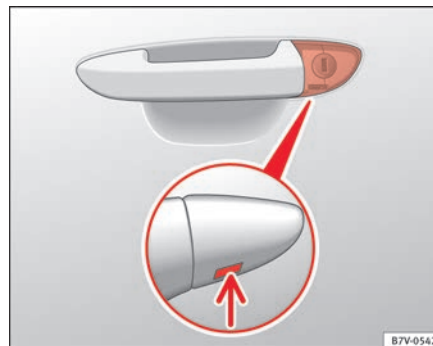

Fig. 188 Manípulo da porta do condutor: Canhão da fechadura oculto.
- Introduzir o palhete na abertura da tampa do manípulo da porta do condutor desde baixo ⇒ Fig. 188 (seta) e retirar a tampa de baixo para cima.